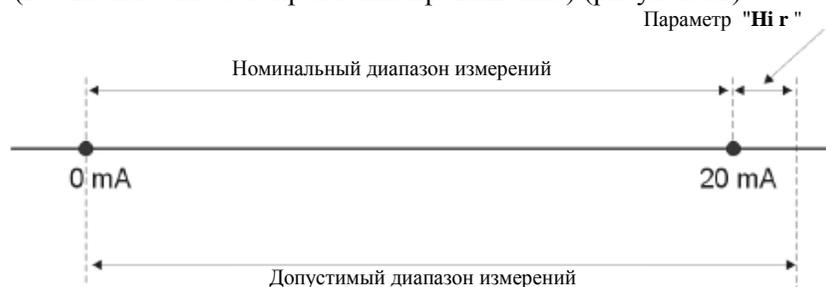

Рисунок 12 – Расположение измерительных диапазонов в режиме 0-20 мА
4.5.3 Если результат измерений выходит за пределы **допустимого диапазона измерений**, вместо результата появится сообщение **“-Hi-“** или **“-Lo-“** (в зависимости от направления превышения) (рисунок 12).